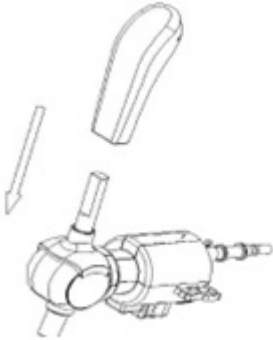

Fig. 1
6. Mettez la poignée sur le robinet. Veillez à ce que les deux pièces soient correctement assemblées (voir Fig. 1).